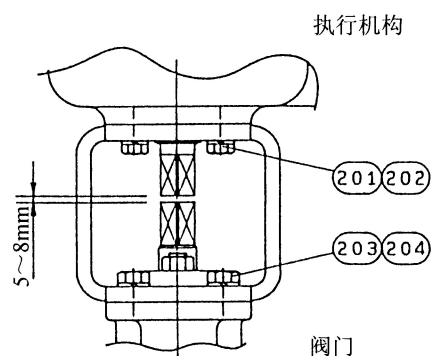

图 10-3.
- 将紧固连接件 (205) 的内六角螺栓 (206) 和弹簧垫圈 (207) 用内六角扳手松开后，拆下连接件，如图 10-3 所示状态。
- 当控制阀阀杆的方头与执行机构输出轴的方头大小不同时，采用 2 个直角垫片，使之大小相同。在拆卸时请注意不要将该垫片弄丢。如图 10-3 所示，将六角头螺栓 (201) (203) 松开
- 按图 10-3 要领，用六角头螺栓 (201A) 和弹簧垫圈 (202A) 按照拆卸前的方向，将执行机构与支架牢固地连接在一起。
- 按图 10-3 要领，将装有支架的执行机构，按拆卸前的位置与本体部装好后，用六角头螺栓 (201A) 和弹簧垫圈 (202A) 进行预紧。